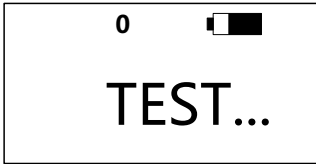
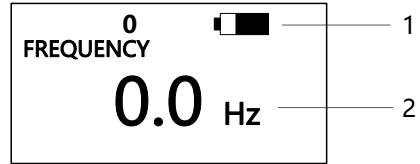

图1
图2
- ①对于新安装的皮带，请转动皮带系统至少3转，调整好皮带，再进行测量。
- ②如果测得的频率超出指定范围则显示“ERROR”错误。
- ③长按2秒开机(图1)，测量时切换为(图2)，长按2秒关机。